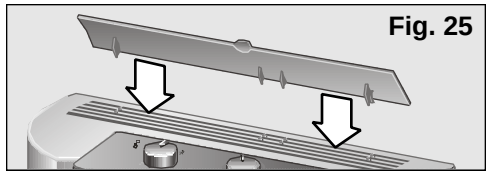

Fig. 25
- ❑ Alzare l'orientatore d'aria situato nella parte superiore dell'apparecchio. Nei modelli **PAM0330** quest'orientatore non è installato con l'apparecchio. Vedasi **figure 25 e 26** nel punto "Riscaldamento".
- Alzare l'orientatore d'aria situato nella parte superiore dell'apparecchio. Nei modelli **PAM0330** quest'orientatore non è installato con l'apparecchio. Vedasi figure 25 e 26 nel punto "Riscaldamento".
- ☐ Alzare l'orientatore d'aria situato nella parte superiore dell'apparecchio. Nei modelli **PAM0330** quest'orientatore non è installato con l'apparecchio. Vedasi **figure 25 e 26** nel punto "Riscaldamento".